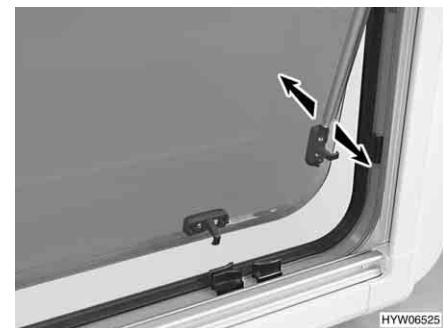

Fig. 50 Finestra apribile con deflettore automatico
- Aprire la finestra apribile fino al punto di arresto desiderato. Il deflettore automatico (Fig. 50) si innesta automaticamente in posizione.